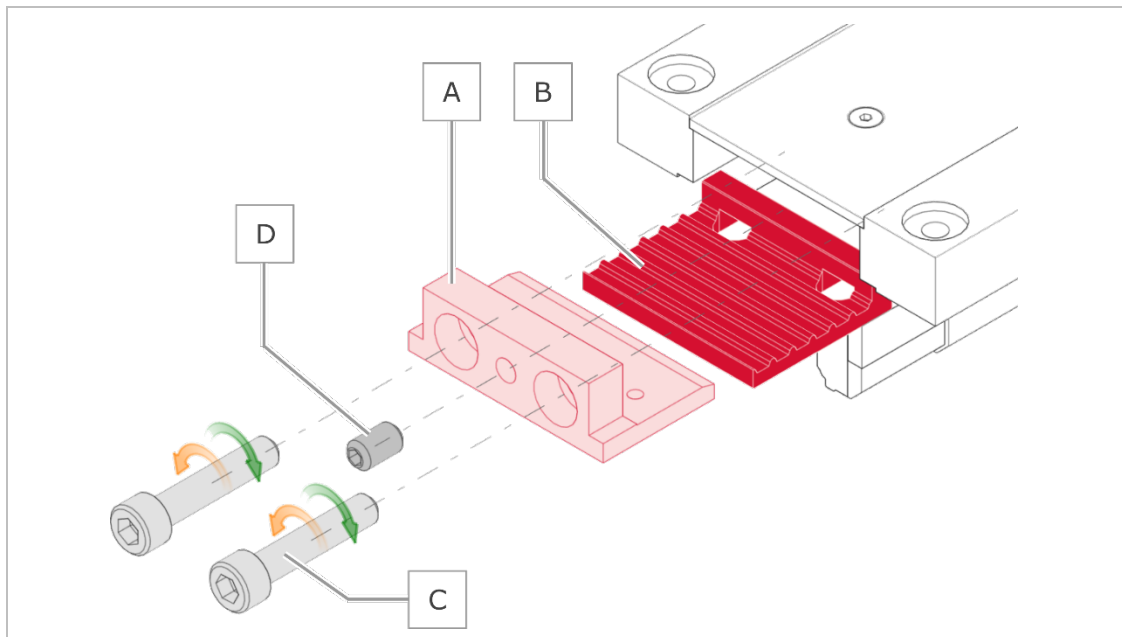

Abbildung 18 Druckstück
- (6) Falls notwendig, erhöhen Sie die Riemenspannung stufenweise indem Sie zuerst den Gewindestift [D] (dient zum Kontern/Fixieren) lösen und anschließend die Riemenspannung mit Hilfe der beiden Spanschrauben [C] einstellen (siehe Abbildung 18, unten), bis der Diagrammwert annähernd erreicht wird (siehe Diagramme auf Seite 17). Anschließend das Druckstück mit Hilfe des Gewindestifts wieder kontern und mit Loctite sichern.
- (6) Falls notwendig, erhöhen Sie die Riemenspannung stufenweise indem Sie zuerst den Gewindestift [D] (siehe Abbildung 18, Seite 18) (dient zum Kontern/Fixieren) lösen und anschließend die Riemenspannung mit Hilfe der beiden Spannschrauben [C] (siehe Abbildung 18, Seite 18) einstellen, bis der Diagrammwert annähernd erreicht wird (siehe Diagramm 6 in Abbildung 20, oben). Anschließend das Druckstück mit Hilfe des Gewindestifts wieder kontern und mit Loctite sichern.
**HINWEIS** Es muss darauf geachtet werden, dass das Druckstück parallel zur Stirnseite der Schlittenplatte steht (siehe Abbildung 18, Seite 18).